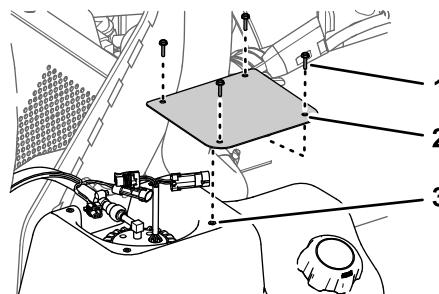

图 89
1. 使用 拆下燃油泵盖。\(页码 52\) 的步骤 2 中卸下的 4 个螺丝#10 x 3/4 英寸将护罩装回油箱图 89。